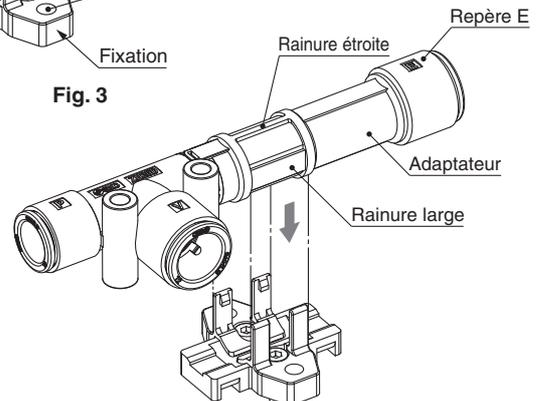

Fig. 4
- 3) Pour monter le produit sur la fixation, enfoncez-le rainure étroite et repère E sur l'adaptateur orientés vers le haut et rainure large vers le côté (Fig.4). Maintenez l'adaptateur lorsque vous faites pivoter l'orifice du vide (V) pour réglage.